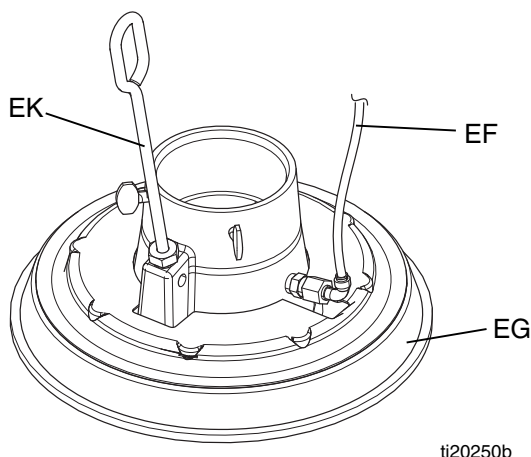

FIG. 10
Consulte FIG. 10. Si el plato seguidor no sale fácilmente del bidón cuando se alza la bomba, es posible que el tubo auxiliar de aire (EF) o la válvula de retención auxiliar de aire estén atascadas, o puede que la varilla de purga (J) no esté bien ajustada. Una válvula de retención auxiliar de aire atascada impide que el aire llegue a la parte inferior del plato para alzarse y salir del cubo. Si la varilla de purga no está bien ajustada, no se acumulará presión.
1. Siga el **Procedimiento de descompresión** en la página 10. Consulte el diagrama de piezas de la página 15 y desarme la válvula de retención de asistencia con aire (414) como se muestra.
2. Libere el tubo auxiliar de aire (EF) del plato. Limpie todas las piezas del conjunto de la válvula de retención de asistencia con aire (414), y vuelva a armarla.
3. Quite la varilla de purga (J) del plato seguidor. Empuje la varilla de purga a través de las lumbreras de alivio de purga para eliminar los residuos de material.